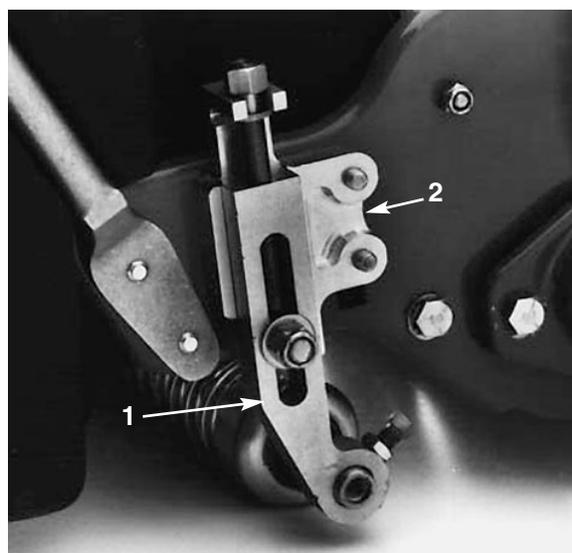

Fig. 6
2. Desserrer les contre-écrous qui fixent les bras de hauteur de coupe aux supports de hauteur de coupe (Fig. 6).